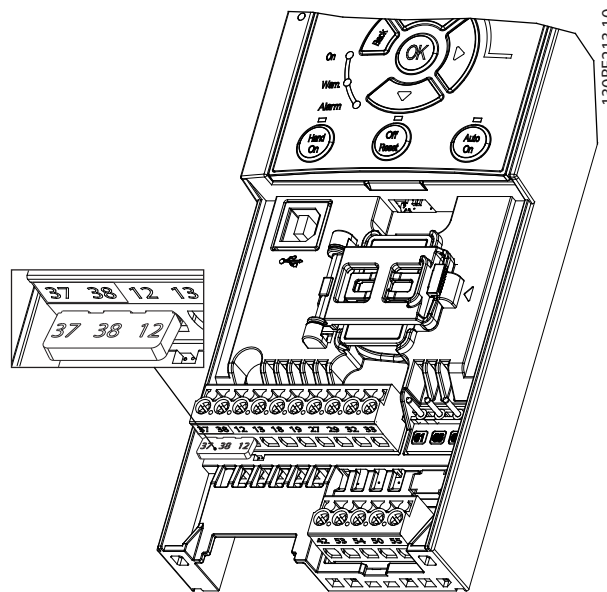

Рисунок 6.3 Перемычка между клеммами 12 (24 В), 37 и 38.
1. Снимите перемычку между клеммами управления 12 (24 В), 37 и 38. Разрезать или разорвать перемычку недостаточно, это не сможет защитить от короткого замыкания. См. изображение перемычки на *Рисунок 6.3*.